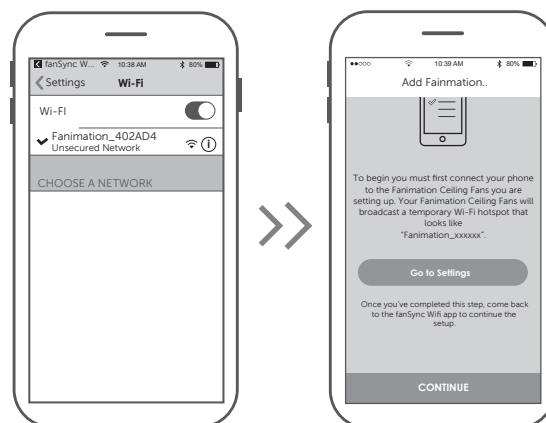

Figura 3
- ☐ 3. Retire la cubierta de la batería del control remoto con un destornillador y conserve el tornillo para luego. (Figura 3)
3. Seleccione el dispositivo Fanimation_XXXXXX y Pulse “CONTINUAR”. (Figura 3)